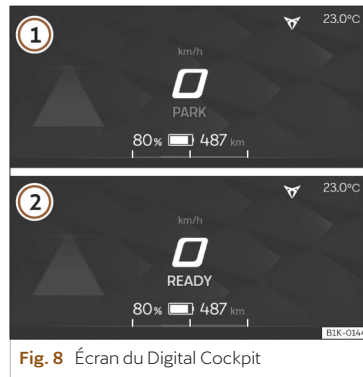

Fig. 8 Écran du Digital Cockpit
- Avec le système à propulsion connecté, le Digital Cockpit affiche le tachymètre / indicateur de vitesse >>> **fig. 8**